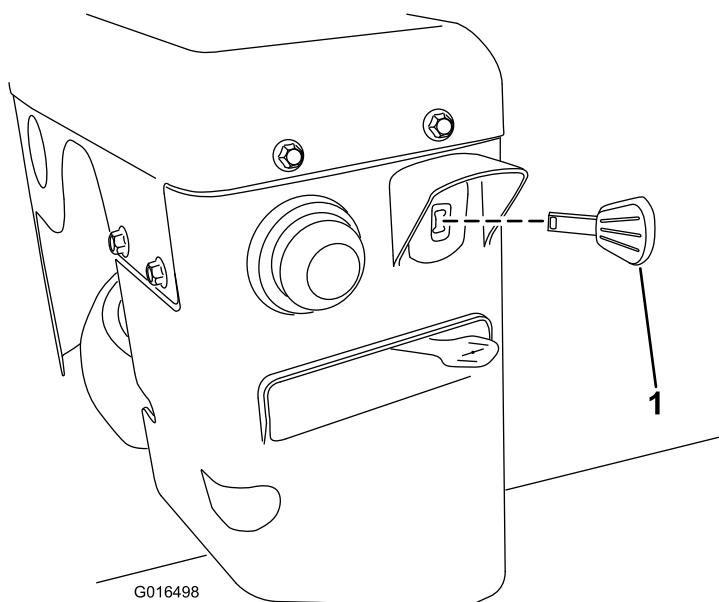

Figura 21
3. Inserite la chiave di accensione fino in fondo (Figura 21).